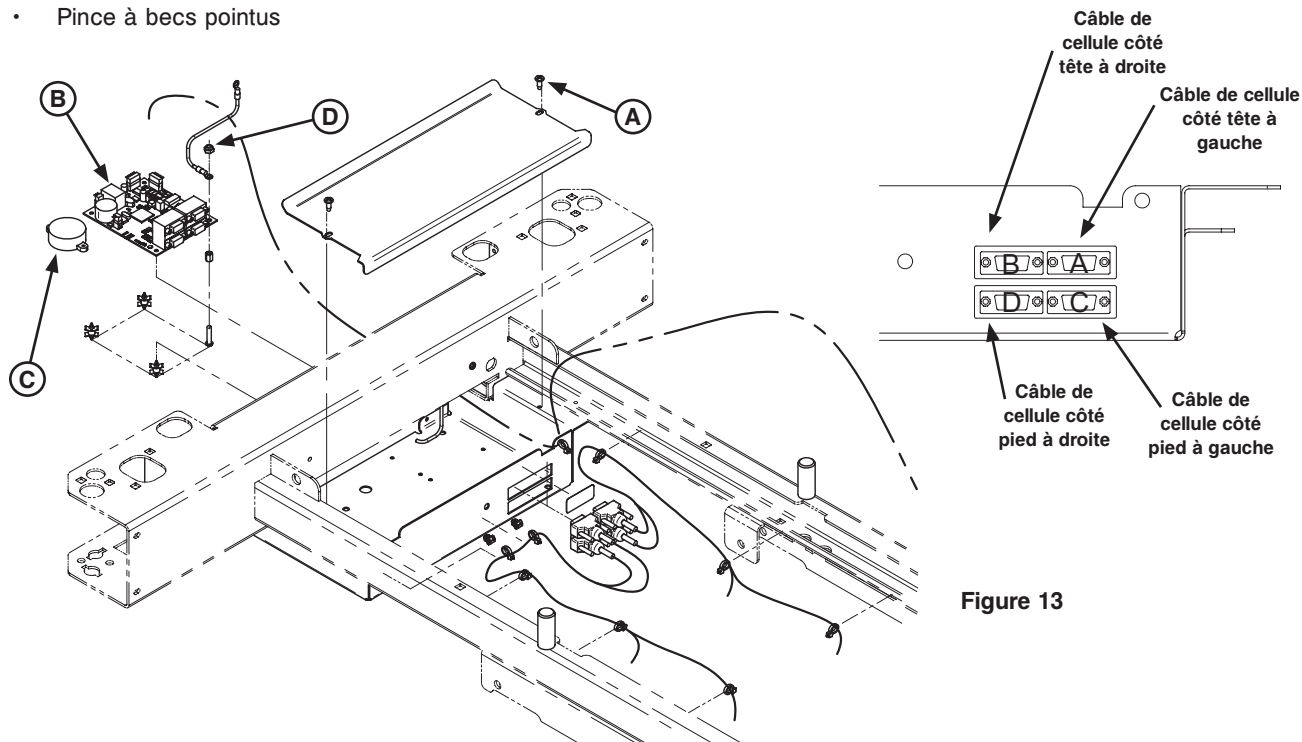

Figure 13
Se reporter à la Figure 13, à la page 2-52, pour cette procédure.
S'assurer de rebrancher dans le bon ordre les câbles de cellule de charge sur la carte électronique de la détection de sortie de lit et de la balance. Se reporter à la Figure 13 lors du raccordement des câbles de cellule de charge.
3. À l'aide d'un tournevis Phillips n° 2, retirer les six vis fixant le couvercle (A) à la boîte de tête. Conserver les attaches de câbles.
4. À l'aide d'un tournevis Phillips n° 2, retirer les deux vis (A, Figure 13, à la page 2-52) fixant la plaque de recouvrement au sommier.
6. À l'aide d'une clé mixte de 1/2 po, retirer l'écrou (B), la rondelle (C) et le boulon (D) fixant le transformateur au sommier. Débrancher le câble du transformateur et le retirer.